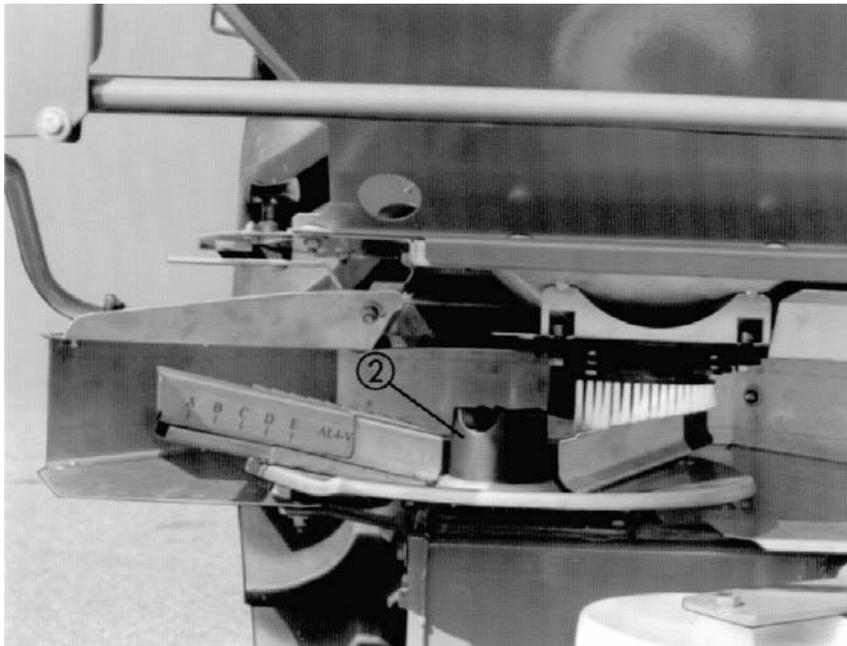

Bild 3
- ◆ Kunststoffhutmutter (Bild 3 Nr.2) vorsichtig ansetzen (nicht verkanten).
- ◆ Kunststoffhutmutter (Bild 3 Nr.2) von Hand anziehen. (Siehe Bild. 3).
Wichtig: Nach der ersten Betriebsstunde muß die Kunststoffhutmutter (Bild 3 Nr.2) auf Festsitz kontrolliert werden.